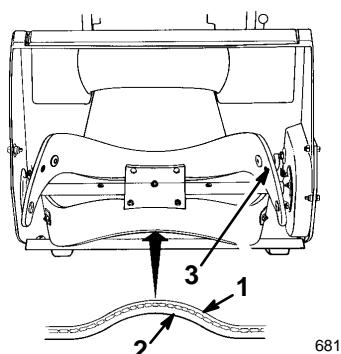

Abbildung 27
1. Die Kante eines neuen Rotorblatts auf unterschiedliche Schichtstärke hin untersuchen (Abb. 27). Einige Rotorblätter haben eine Teilenummer an der dicken Seite.
Die Rotorblätter mit der dicken Schicht an der **Innenseite** der Biegung installieren (Abb. 27). Wenn die Blätter nicht richtig installiert werden, können sie unwuchtig werden und dazu führen, daß die Schneefräse springt oder hüpfst.